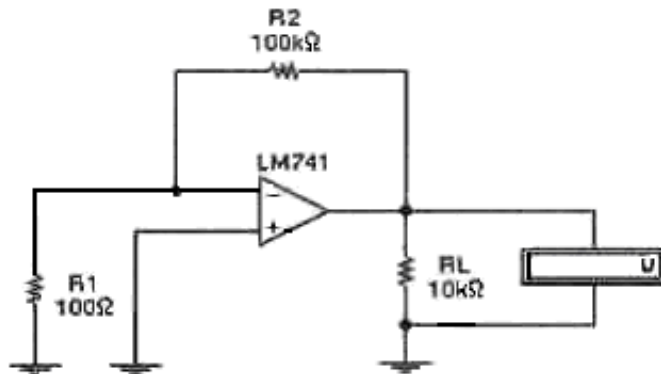

Рисунок 6.4 – Схема для измерения напряжения смещения ОУ
**Коэффициент усиления напряжения на постоянном токе  $K_V$**  - показатель ОУ, определяющий насколько хорошо выполняет ОУ основную функцию - усиление входных сигналов. У идеального усилителя коэффициент усиления должен стремиться к бесконечности. Коэффициент усиления напряжения схемы усилителя на ОУ (рисунок 6.4) вычисляется по формуле: